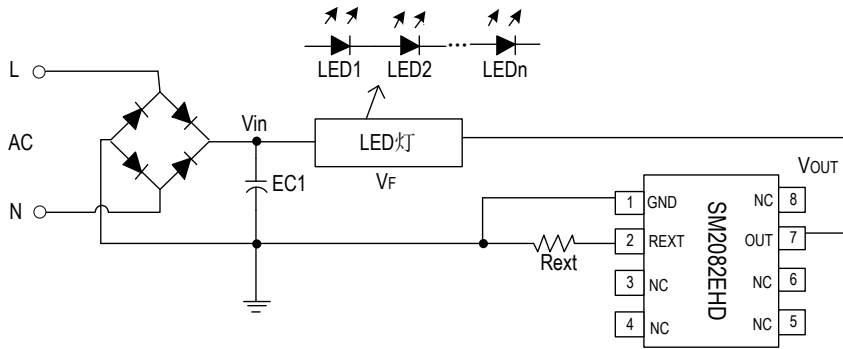

图 3. SM2082EHD 无频闪应用电路原理图
- 1) 图 3 电路中， V_{in} ：线网电压， V_F ：灯珠电压， V_{out} ：芯片 OUT 端口电压，为保证系统无频闪，需满足：